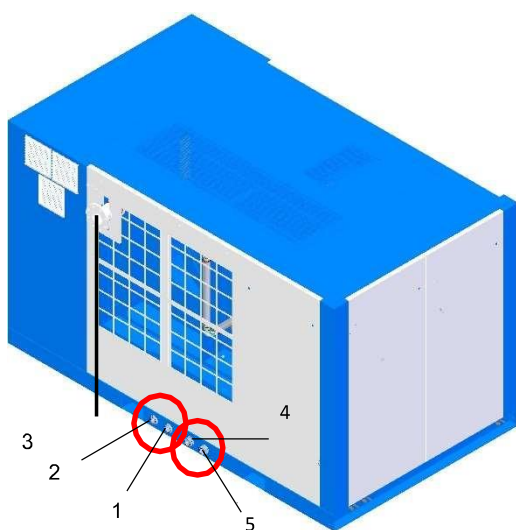

Рис. 17: Винтовой компрессор с водяным охлаждением (опция) / рекуперацией тепла (опция)
- Подача сжатого воздуха потребителю (Рис.17 поз.3)
подача воды (Рис.17 поз.4)
возврат воды Рис.17 поз.5)
подача воды (Рис.17 поз.1)
возврат воды (Рис.17 поз.2)